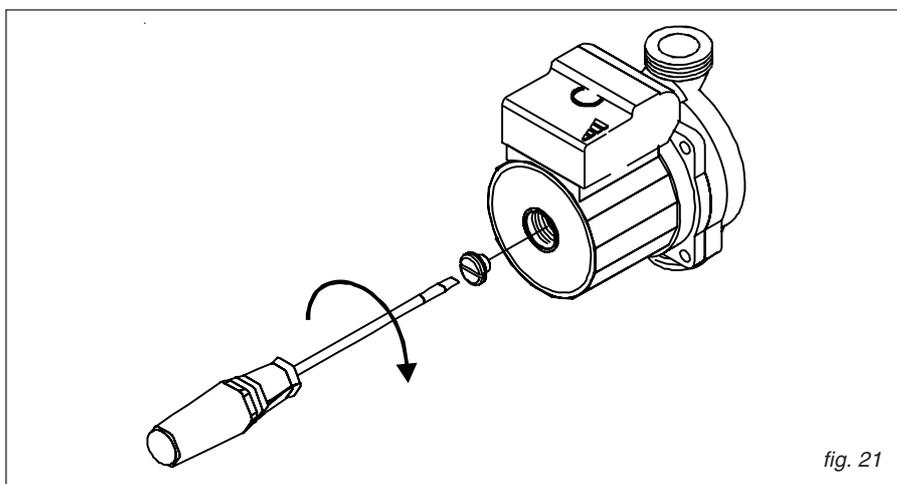

fig. 21
**di sbloccaggio operando come di seguito indicato (rif. fig. 21):**